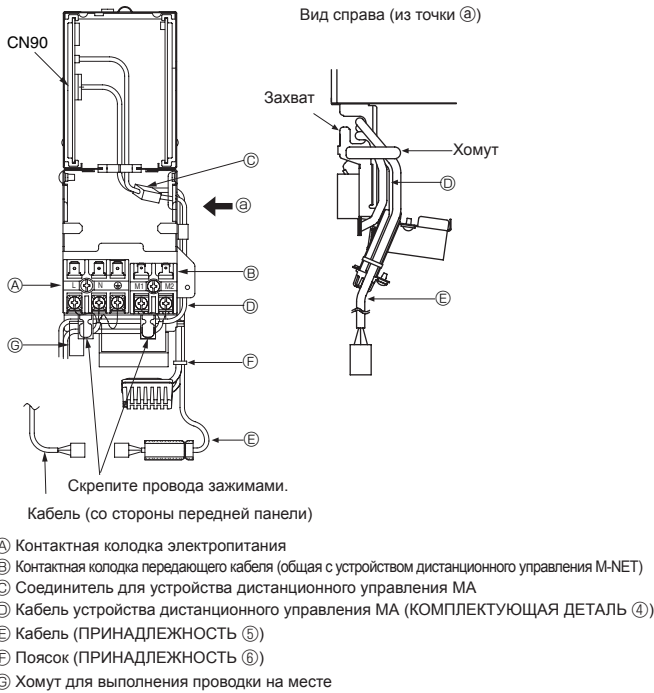

Fig. 5-1
5.1. Внутренний прибор (Fig. 5-1, 5-2)
- Подсоедините подключенный кабель ⑤ к CN90 на плате контроллера в распределительной коробке.
- Зафиксируйте кабель ④ и кабель ⑤ устройства дистанционного управления MA хомутом при помощи захвата, расположенного на правой стороне распределительной коробки.
- Зафиксируйте кабель ④ устройства дистанционного управления MA хомутом так, чтобы кабель проходил по нижней части клеммной колодки.
- Закрепите кабель ⑤ при помощи фиксирующего пояса ⑥.